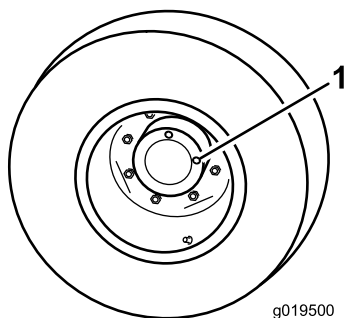

Figura 42
1. Com a máquina numa superfície plana, posicione a roda de forma a que 1 tampão de verificação (Figura 42) fique na posição das 12 horas e o outro na das 3 horas.
2. Retire o tampão da posição das 3 horas (Figura 42). O óleo deve ficar ao nível do fundo do orifício do tampão de verificação.